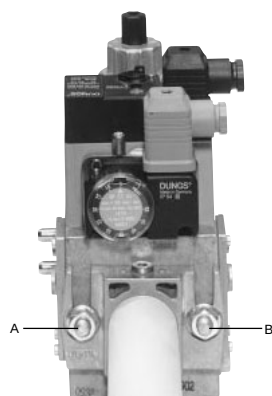
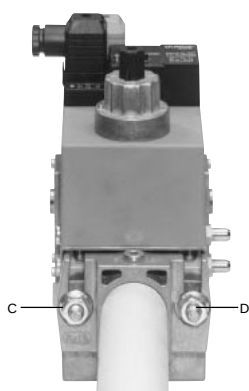

Рис. 4
Рис. 5
- 4 согласно ссылки, данной на Рис. 4, закрепить фланец к шпилькам котла с помощью гаек **D**, не затягивая их полностью;
3. Затянуть винты A, B, C и D (Рис. 4 - Рис. 5), (Рис. 7), соблюдая дистанции монтажа (Рис. 7);